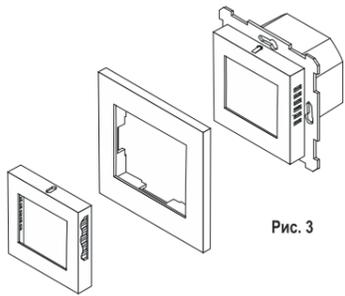

Рис. 3
- Снимите переднюю панель с корпуса прибора (см. Рис. 3), введя отвертку * в щель между рамкой и краем верхней грани панели напротив её фиксатора;